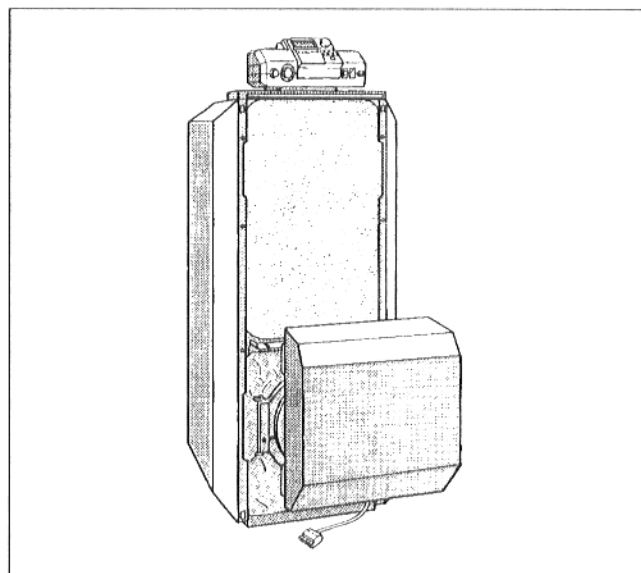

Fig. 28
- Accrocher le capot du brûleur dans le rail-support de la traverse avant (Fig. 28).